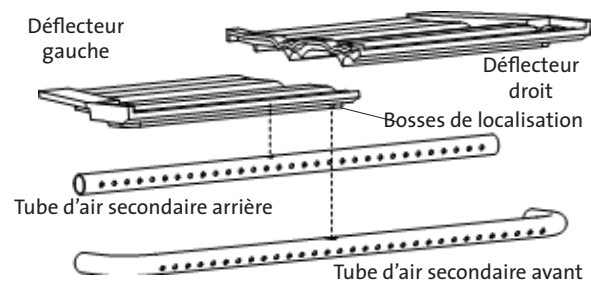

Figure 12. Retirez les déflecteurs et le tube d'air secondaire à l'avant.
Les déflecteurs en fonte doivent être retirés pour fixer l'adaptateur de tirage à la chambre de combustion. Le déflecteur gauche possède deux bosses de positionnement moulées correspondants aux tubes d'air pour fixer chaque tube dans la bonne position. Utilisez une lampe de poche pour localiser ces bosses en soulevant le déflecteur gauche. Voir la figure 12.
- 3. Fixez les panneaux inférieurs.** Ceux-ci doivent être placés de telle sorte que les languettes soient sur les bords intérieurs comme illustré à la figure 12. Utilisez les deux boulons hexagonaux M6 x 10 qui restent pour fixer les panneaux inférieurs aux panneaux supérieurs déjà assemblés.